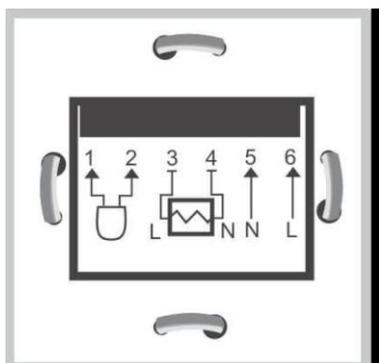

Рис. 2
3. Подключите провода от электросети к клеммам «5» и «6», показанным на рис. 2.